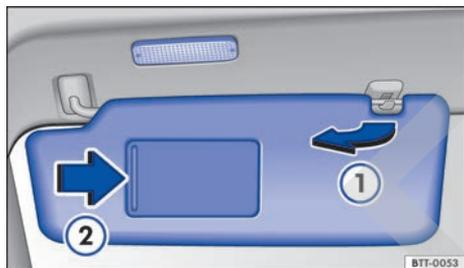

Fig. 63 Parasol.
- Extraer del soporte y girar en dirección a las puertas ⇒ fig. 63 ①.
En la parte posterior del parasol se encuentra un espejo de cortesía provisto de una tapa. Al abrir la tapa ⇒ fig. 63 ② se enciende una luz.